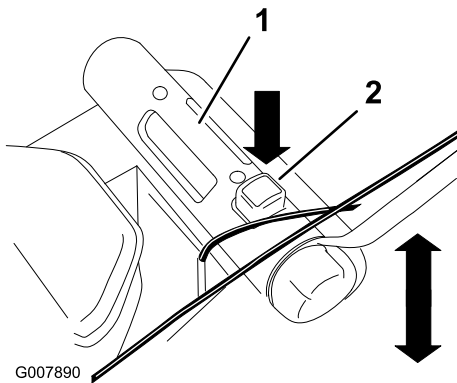

Bild 16
2. Drücken Sie die Taste für das Einstellen der Schnitthöhe und halten Sie den Einstellgriff für die Schnitthöhe fest, um die Schnitthöhe nach oben oder unten zu verstellen (Bild 16).